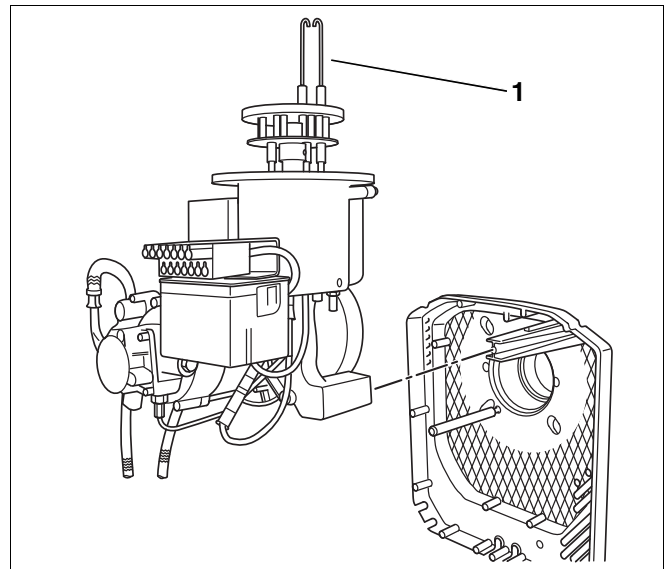

Abb. 45 Brenner in Serviceposition aufstecken
- Brenner in Serviceposition (Abb. 45) aufstecken.
Die Zündelektroden (Abb. 45, **Pos. 1**) müssen frei von Ablagerungen sein.
- Zündelektrode (Abb. 45, **Pos. 1**) ausbauen.